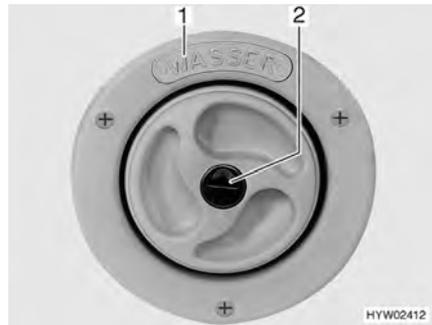
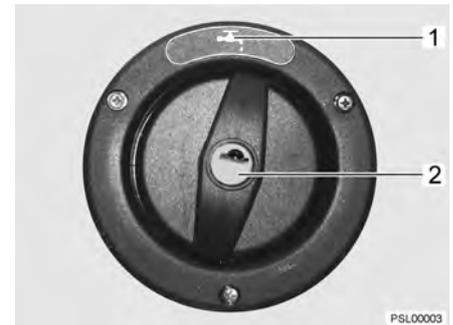

Fig. 38 Couvercle de fermeture pour bec de remplissage d'eau potable
Fig. 39 Couvercle de fermeture pour bec de remplissage d'eau potable (alternative)
- ▷ Le bec de remplissage d'eau potable porte l'inscription "WASSER" (eau) (Fig. 38,1) ou le symbole "☰" (Fig. 39,1).
- Insérer la clé dans le barillet (Fig. 38,2 ou Fig. 39,2) et la tourner dans le sens inverse des aiguilles d'une montre.